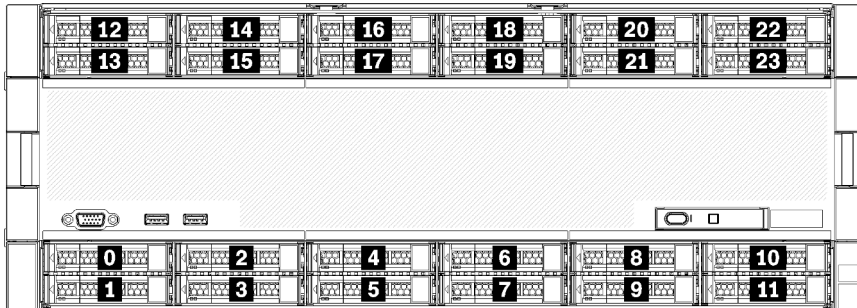

Abbildung 11. Position der Laufwerke
- Die oberen zwei Laufwerke unterstützen Laufwerke mit SAS-, SATA- oder NVMe-Schnittstelle (Lenovo AnyBay). Der Server unterstützt je nach Serverkonfiguration bis zu 12 NVMe-Laufwerke. Die NVMe-fähigen Laufwerkpositionen sind die geradzahigen Positionen, wie dargestellt in Abbildung 11 „Position der Laufwerke“ auf Seite 28.